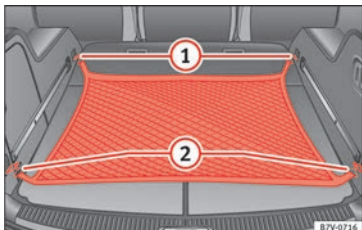

Abb. 173 Im Gepäckraum: eingehängtes Gepäcknetz.
- Haken des Gepäcknetzes in die Verzurrösen » Abb. 173 ① und ② einhängen.
- Haken des Gepäcknetzes aus den Verzurrösen » Abb. 173 ① vorsichtig aushaken.
- Haken des Gepäcknetzes aus den Verzurrösen » Abb. 173 ② vorsichtig aushaken.